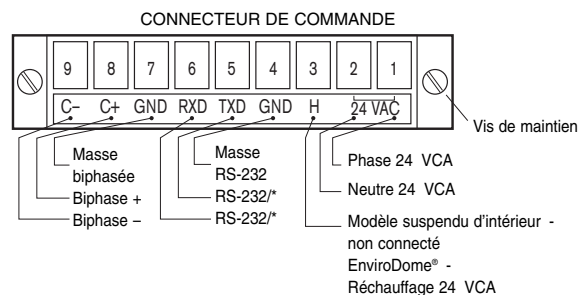

Figure 1
- 5.2.7. Dénudez les fils et raccordez-les aux connecteurs correspondants, puis serrez bien les vis (voir FIGURE 1).